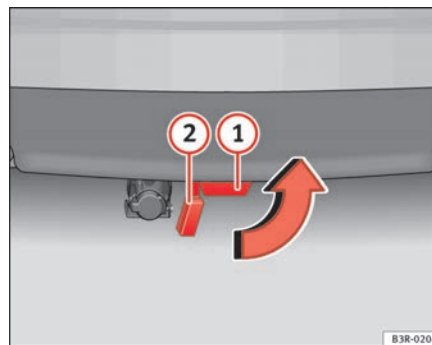

Fig. 157 Parachoques trasero: colocar el tapón
- Extraiga la rótula del tubo de enclavamiento tirando de ella hacia abajo **1** ⇒ **página 202, fig. 157**. Al hacerlo, la chapaleta de cierre que hay en el tubo de enclavamiento **2** lo cerrará automáticamente.